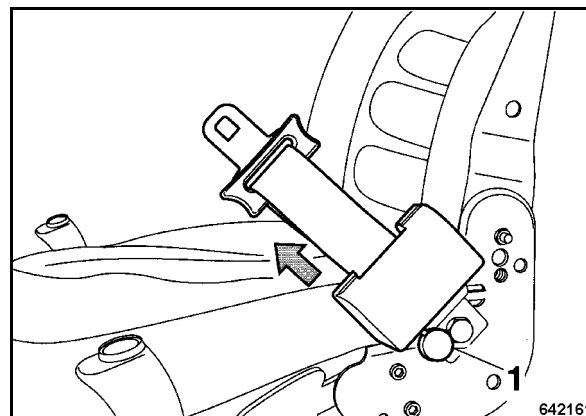

Fig. 33
- Premere il bottone di sbloccaggio 1 (Fig. 33), estrarre verticalmente la cintura di sicurezza dall'arrotolatore automatico e far innestare la linguetta nella serratura sull'altro lato del sedile di guida.